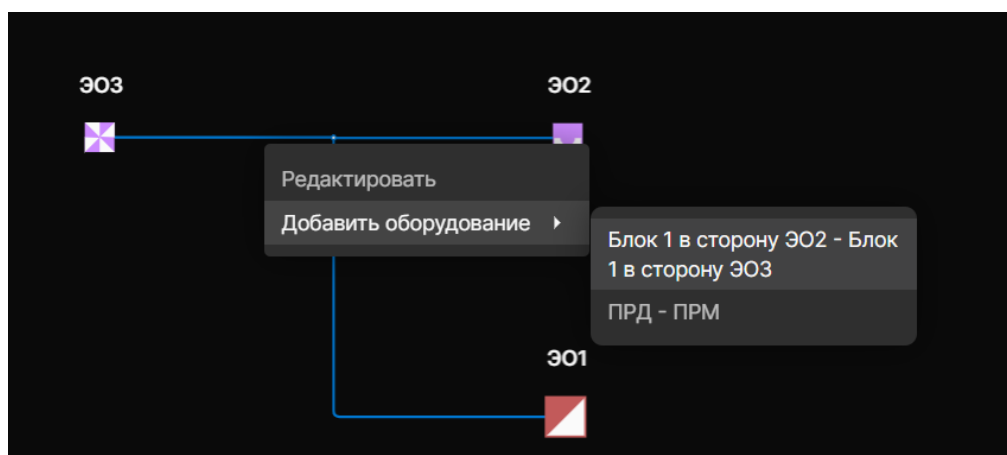

Рисунок 5.78 Добавление ВЧ-обхода на схему
- 4 Вызвать контекстное меню для линии связи. В контекстном меню выбрать действие «Добавить оборудование» и пару блоков устройств, по которым организован канал связи (Рисунок 5.78).